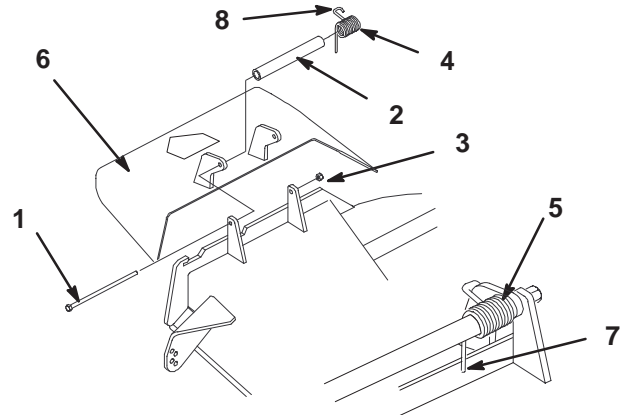

Figure 67
- Retirez le contre-écrou, le boulon, le ressort et l'entretoise qui fixent le déflecteur aux supports de pivot (Fig. 67). Enlevez le déflecteur s'il est endommagé ou usé.
Remarque : Prenez soin de placer l'extrémité droite du ressort derrière le bord du plateau avant de mettre le boulon en place, comme indiqué à la Figure 67.
- Remettez le boulon et l'écrou. Accrochez l'extrémité crochue du ressort au déflecteur d'herbe (Fig. 67).